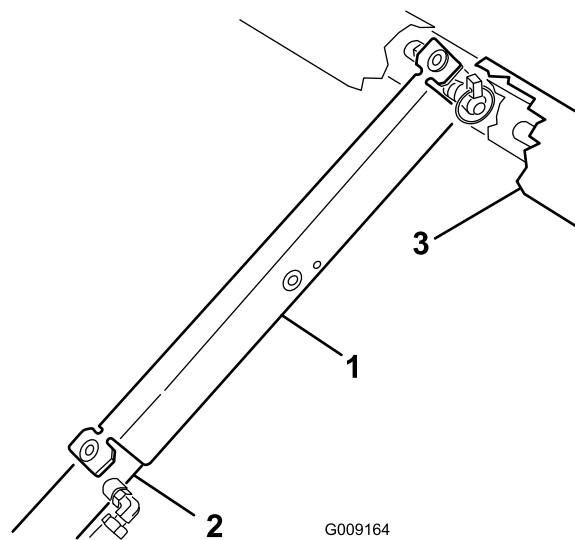

図 32
3. サポートをシリンダロッドにはめ込み、安全サポートの端部でシリンダバレルの端とシリンダロッドの端を確実に支える 図 32。